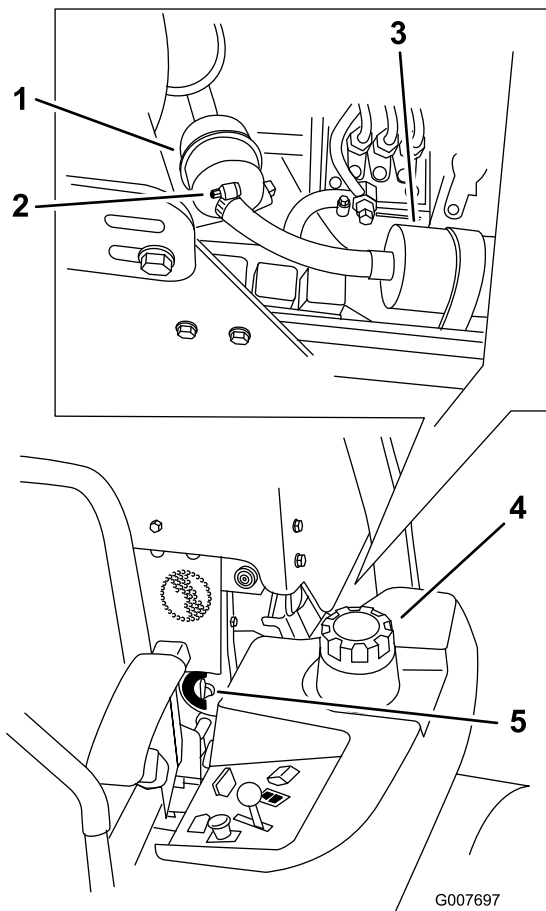

Figura 66
4. Cierre la válvula de cierre de combustible (Figura 66).
5. Afloje las 2 abrazaderas y desconecte los tubos de combustible del filtro de combustible (Figura 66).
6. Instale un filtro nuevo. Conecte los tubos de combustible al filtro de combustible e instale las dos abrazaderas (Figura 66).